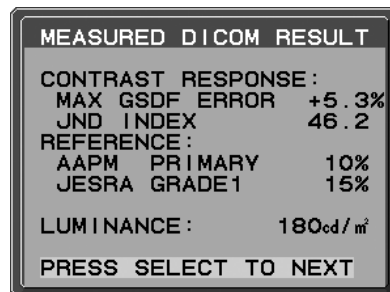

図 14
5. 測定完了のメッセージ (図 14) が表示されたら SELECT ボタンを押します。SELECT ボタンを押すと DICOM MEASURE をおこなった日付と時間が記録できます。LEFT、RIGHT でカーソルを移動し、UP、DOWN で数字の変更をおこなって SELECT ボタンを押します。